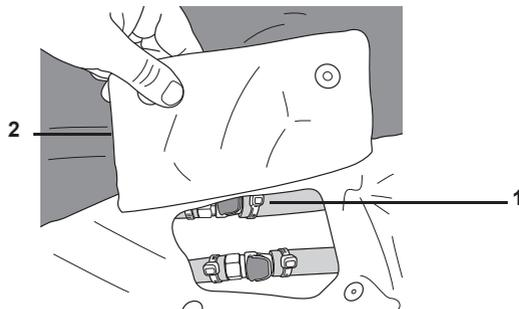

Рис. 12. Удлинительный клапан
1. Установите удлинительный клапан на конце матраса возле правой ноги пациента. Расстегните клапан и поднимите его (рис. 12, пункт 2), чтобы получить доступ к двум системам соединителей (1) на надувном матрасе.